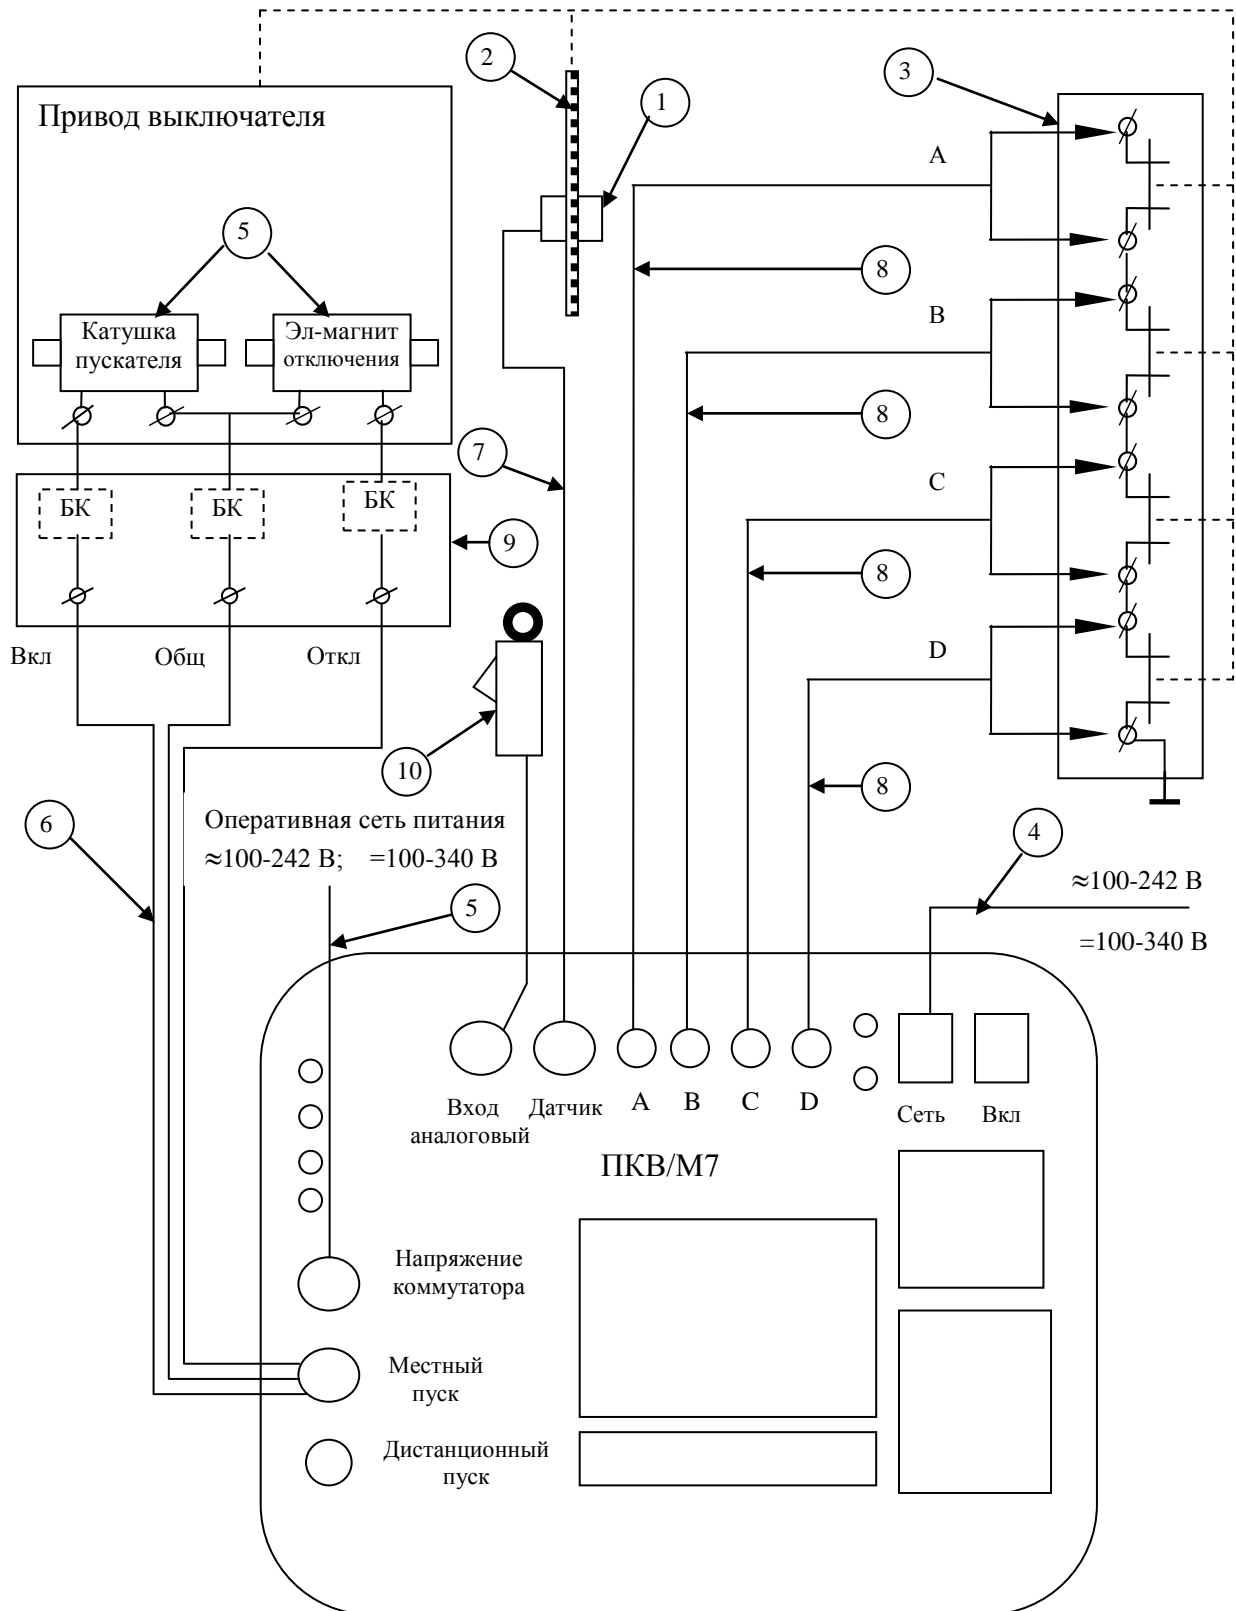

Рис. 6. Схема подключения прибора к выключателю, имеющему 4 разрыва на полюс, при использовании местного пуска.
- 10.1.5. Используя соединительные кабели, подключите прибор к выключателю, как показано на рис. 6. **ЗАПРЕЩАЕТСЯ подключать кабель местного пуска непосредственно к соленоиду включения.**